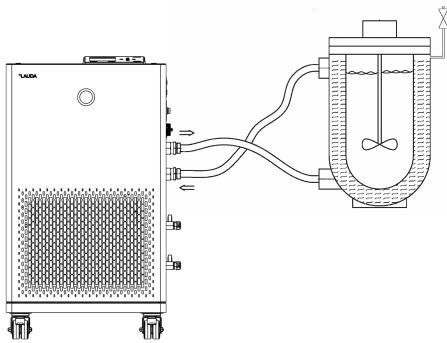

Fig. 33: Application avec vanne de purge
- Une vanne de purge Fig. 33 peut simplifier le processus de purge. Pour cela ouvrir régulièrement la vanne avec prudence et laisser s'échapper le gaz/l'air jusqu'à ce que le liquide sorte de la vanne, refermer la vanne de purge. Collecter le liquide dans un récipient adapté. Actionner à nouveau la vanne à intervalles réguliers jusqu'à ce qu'il n'y ait plus d'air.